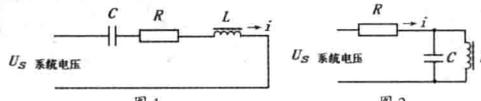
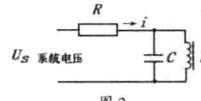

图1
图2
仍以电压为例:电压峰值 U_m ,有效值 U ,平均值 U_{av} 。非正弦交流电的波峰系数、波形系数都因波形不同而异,例如如图1,该交流电的峰值、有效值、平均值都相等,波峰系数、波形系数都等于1。
而对于图2:
如用指针万用表交流挡测量图1波形的电压,该电流的平均值、有效值、峰值都相等,都为10V。毫无疑问,其指针表显示的电压值为11.1V,即平均值乘1.11倍。“真有效值”10V大了11%,示值是不准确的。
用指针表万用表测量图2波形的电压,它“显示的有效值”为平均值乘1.11倍: $2.5 \times 1.11 = 2.775 (V)$, 小于其真实的有效值,真实的有效值为5V,波形系数为2,显示的有效值仅为实际值的0.555。
导线的发热量与有效值相关。用非真有效值仪表测得的非正弦量的有效值误差很大,例如如图2的电流波形,如果按显示的2.775(A)“有效值”选择导线截面,导线将因“过热”而发生事故。
铁磁谐振过电压的产生不是无缘无故的,是要有诱发因素的,也就是要出现激发条件。当电压互感器突然投入、断路器、隔离开关的非同期断开或闭合等倒闸操作,系统出现过电压、接地等干扰或操作时出现的扰动时,使得电压互感器的铁心有可能迅速饱和,造成母线和其上的设备对地形成特殊的单相或三相共振回路,激起持续的、较高幅值的过电压,这就是铁磁谐振过电压。在实际运行中,由于中性点不接地电网中设备绝缘水平低,单相接地故障相对较为频繁,一般说来,单相接地故障是铁磁谐振常见的一种激发方式。铁磁谐振过电压有时是串联谐振,有时是并联谐振。图1为串联谐振的电路图,例如当断路器断口上端并联有电容器时,与电压互感器就有可能出现铁磁谐振。当系统对地分布电容与电压互感器的电感达到并联谐振时,会产生过电压,见图2。铁磁谐振过电压是指系统中电感元件,主要由于电压互感器铁心的饱和特性引发的,它持续存在并超过基频(50Hz)幅值的过电压。总之,电磁式电压互感器的非线性励磁特性是产生铁磁谐振的根本原因。